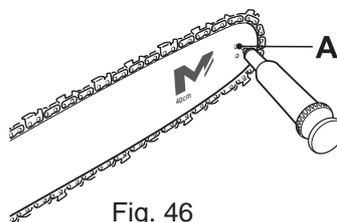

Fig. 46
- > Nettoyer le pignon de renvoi (5).
- > Avec une burette, introduire le bec-aiguille dans l'orifice de lubrification (Fig. 46, A) et injecter de la graisse jusqu'à ce que cette dernière soit visible à l'extérieur du pignon (5) (Fig. 46).